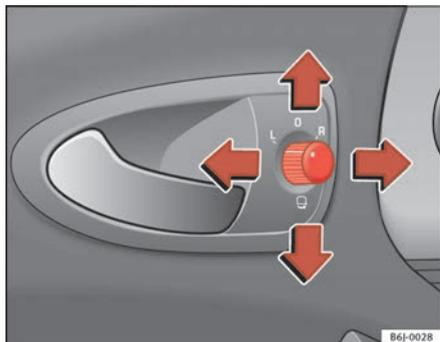

Fig. 63 Regolazione degli specchi retrovisori esterni
1. In primo luogo, ruotare la manopola ⇒ fig. 63 portandola nella posizione **L** (specchietto esterno sinistro).
- Per far ripiegare su se stessi gli specchietti esterni si deve ruotare la manopola ⇒ fig. 63 portandola nella posizione ☒. Si consiglia di richiudere sempre gli specchietti esterni quando si porta il veicolo all'autolavaggio, altrimenti potrebbero danneggiarsi.